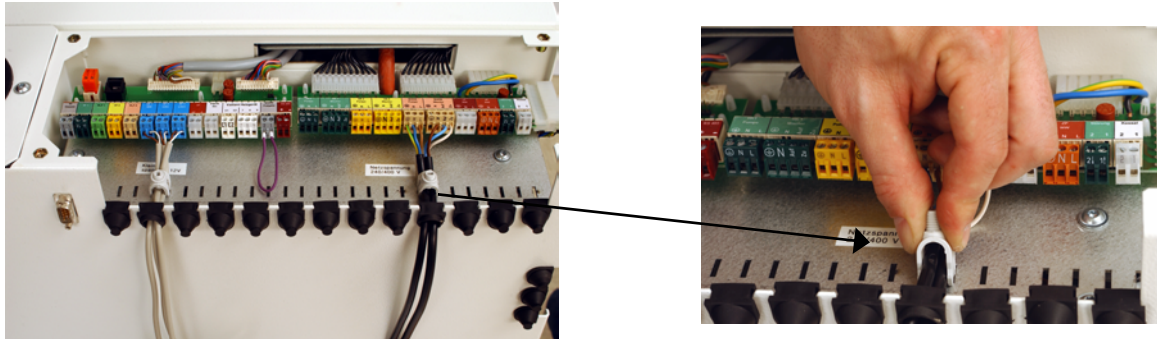

Abbildung 20: Montagehinweis Zugentlastung
- Alle elektrischen Anschlüsse sind von Abbildung 19 bis Abbildung 20 zu entnehmen.